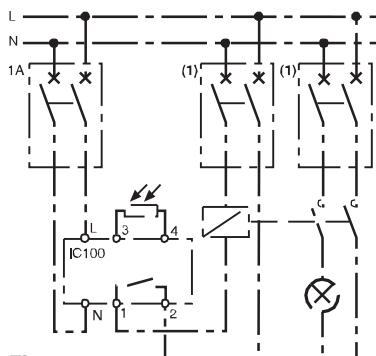

Fig. 2
- vermögen > 16 A, $\text{Cos } \varphi = 1$: vous devez relayer votre charge avec un contacteur (fig. 2).